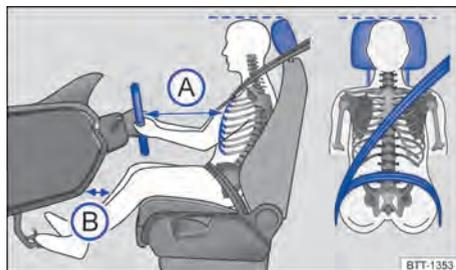

Fig. 27 Distância correta do condutor em relação ao volante, posição correta do cadarço do cinto de segurança e ajuste correto do apoio para cabeça.
- Ajustar o volante de modo que a distância → Fig. 27 (A) entre ele e o tórax tenha no mínimo 25 cm, e que o condutor possa segurar o volante pela borda externa com as duas mãos, e ter os braços ligeiramente flexionados.
- Ajustar o banco do condutor na direção longitudinal de modo que os pedais possam ser acionados com as pernas ligeiramente arqueadas e a distância (B) para o painel de instrumentos na área do joelho seja de, no mínimo, 10 cm.